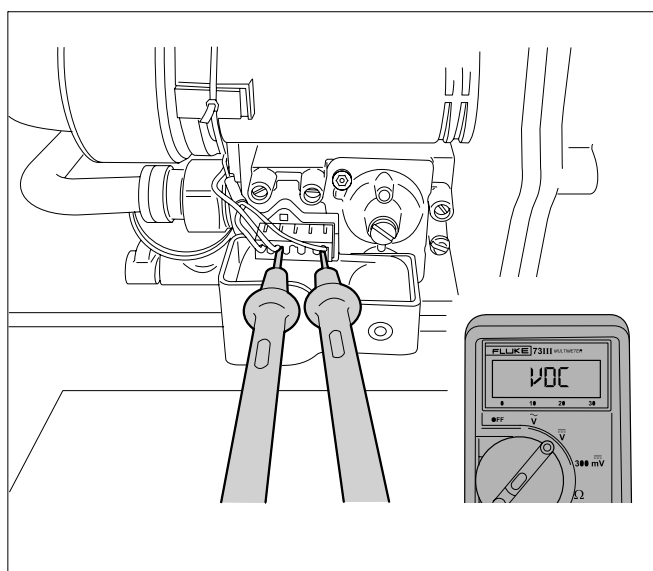

Fig. 40 Măsurarea tensiunii la robinetul de gaz
- Măsurăți cu ajutorul unui aparat pentru multi-măsurători dacă în timpul codului de utilizare  există tensiune la fișa robinetului de gaz. În acest moment, atât la contactul central și stâng, cât și la contactul central și drept trebuie să existe o tensiune de 20-24 V c.c. (curent continuu) (vezi Fig. 40).